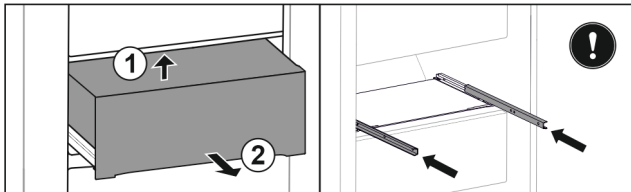

Fig. 54
- ▶ Løft skuffen bagtil nedefra. Fig. 54 (1)
- ▶ Tag skuffen ud fremefter. Fig. 54 (2)